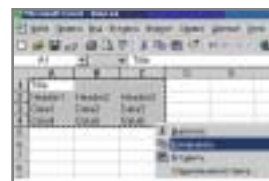

Рис. 34. Выделение таблицы в Excel
- Создаем таблицу в Microsoft Excel, выделяем и копируем ее в буфер (рис. 34).